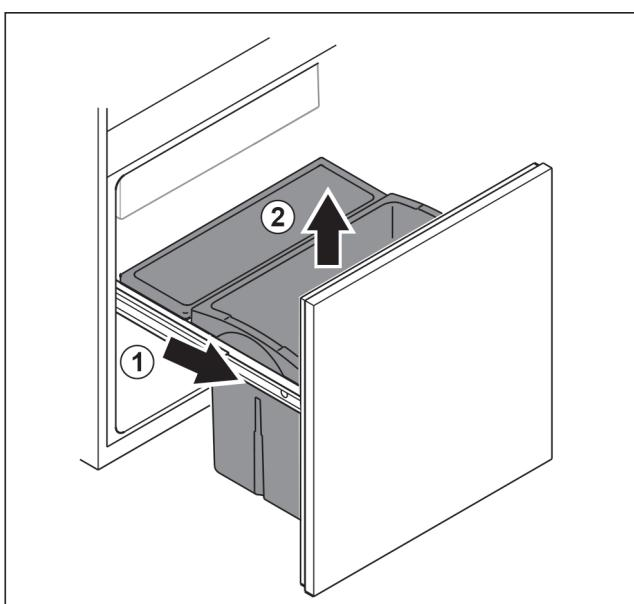

Fig. 97
- Scoateți căruciorul de extragere până la opritor. Fig. 97 (1)
- Scoateți sertarul în sus. Fig. 97 (2)